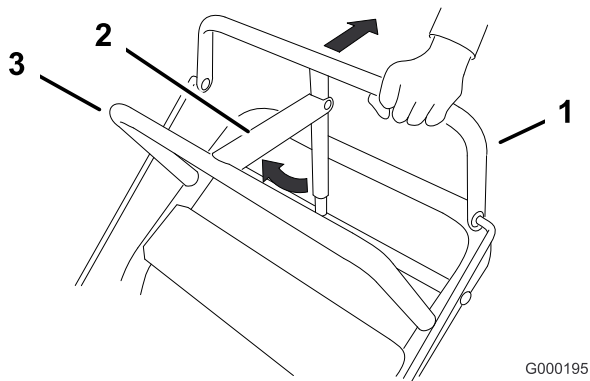

Figure 6
1. Tirez la barre de commande supérieure en arrière et maintenez-la dans cette position (Figure 6).
2. Soulevez le dispositif de verrouillage du frein de stationnement et relâchez progressivement la barre de commande supérieure. Le dispositif de verrouillage du frein doit rester bloqué (verrouillé) en position (Figure 6).